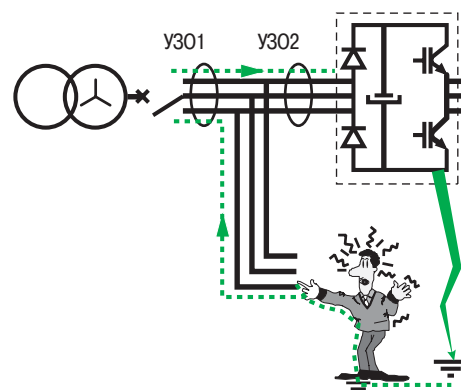

Рис. 48 : риск «ослепления» УЗО1
- Во втором случае (см. **рис. 48**) два УЗО расположены последовательно. В случае замыкания на шинах постоянного тока, величина тока может быть недостаточна для срабатывания УЗО2. Но в то же время, этот ток, имеющий постоянную составляющую, может оказаться достаточным, чтобы насытить магнитопровод измерительного тора УЗО1, мешая ему сработать при возможном появлении замыкания на другой отходящей линии.